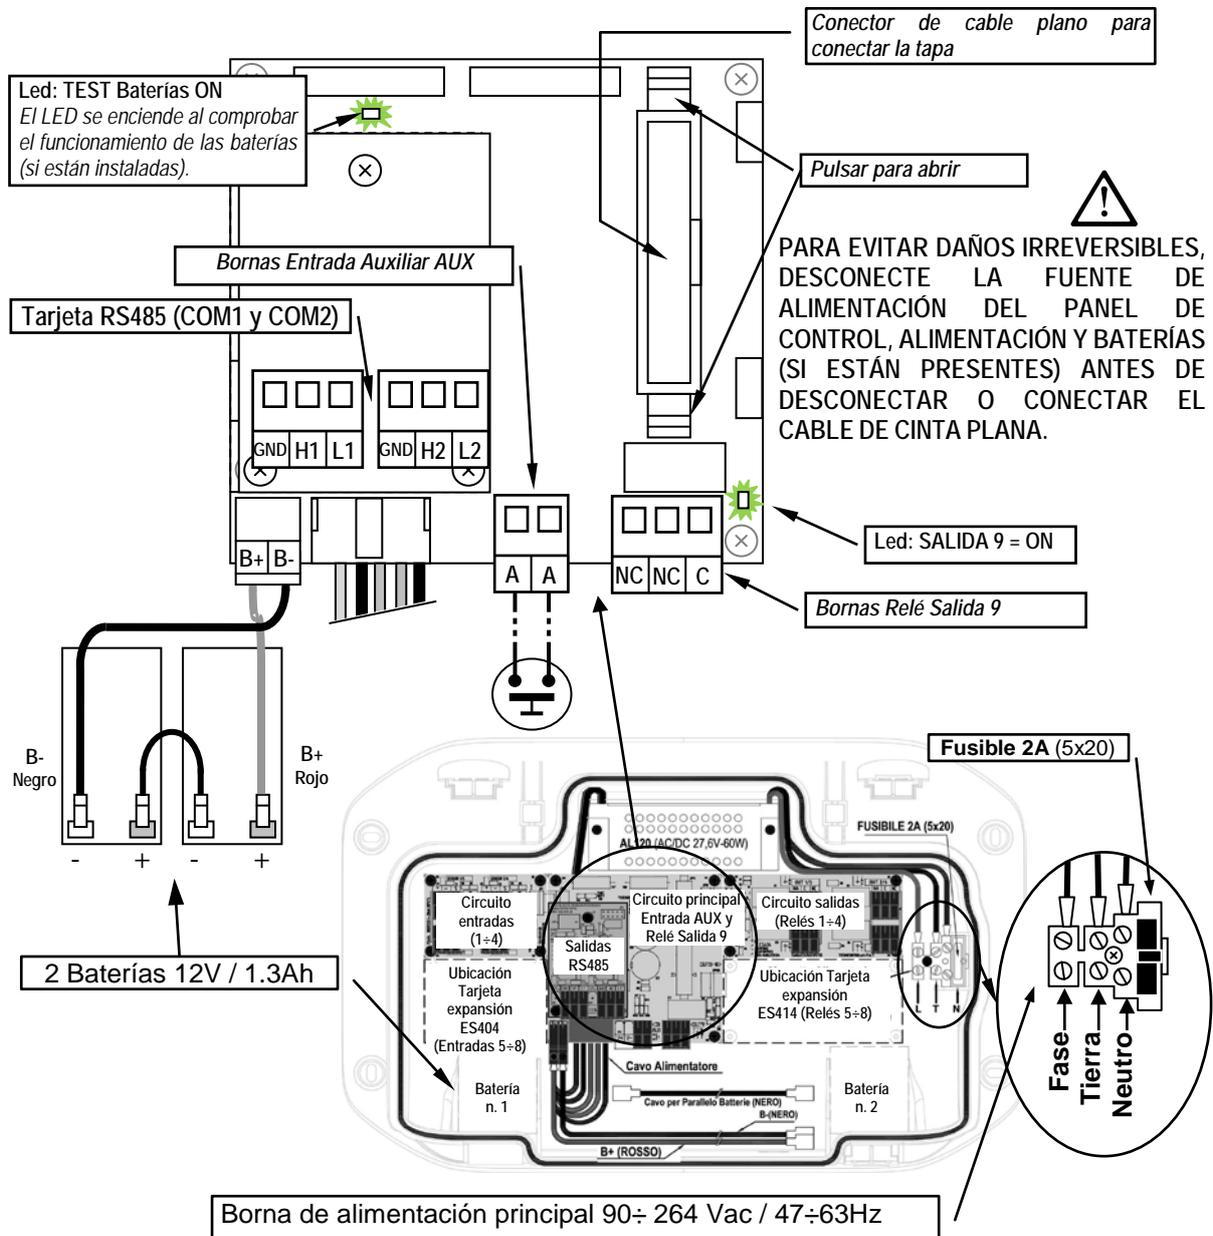

Figura 3 - Esquema de conexiones de alimentación, baterías, entrada AUX y salida 9.
Para simplificar la instalación, la tapa de la carcasa puede ser separada de la base. Para desconectar el latiguillo de cable plano presione las dos lengüetas, una a cada lado, como se muestra en la figura 3. Para volver a conectarle, simplemente empuje el cable plano en el conector respetando la polarización, las dos palancas de bloqueo se cerrarán automáticamente.
*Los detalles de las conexiones a la red eléctrica, las dos baterías, la entrada AUX y salida de relé R9 se ilustran en la Figura 3. Aunque los detalles de las conexiones de los sensores y los otros resultados se ilustran en la Figura 4.*
La conexión de las salidas (relés) se debe realizar en el circuito de salidas, montado en la base, a la derecha. La salida de relé 9 se encuentra en el circuito central, véase la Figura 3. La carga nominal del relé es de 250 VAC - 2 A o 30 VCC - 2 A (carga resistiva).